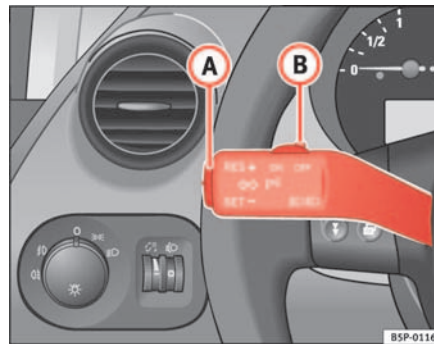

Abb. 142 Blinker- und Fernlichthebel: Schalter und Wippe für GRA
- Drücken Sie den unteren Teil der Wippe **SET** ⇒ Abb. 142 (A) einmal kurz, wenn die zu speichernde Geschwindigkeit erreicht worden ist.